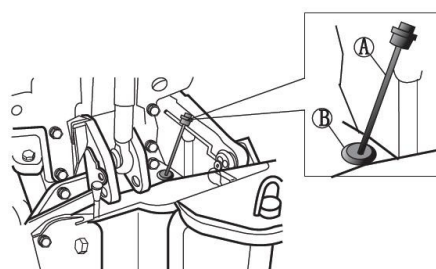

Fig.5-30 Inspeção do nível de óleo da transmissão e do eixo do levante
Para verificar o nível do óleo (ver fig.5-30), estacione o trator em terreno plano e desligue o motor. Abaixar o braço do levante hidráulico para a posição mais baixa e verifique o nível do óleo. O nível de óleo deve estar acima da escala inferior da vareta e não exceder a escala superior da ① mesma. Se o nível do óleo não atingir a parte inferior da vareta, reabasteça novamente ②.